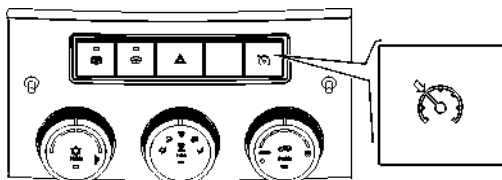

Рис. 3.16. Выключатель выбора функции «Круиз-контроль»
-выключатель выбора функции «Круиз-контроль» (рис. 3.16). Служит для управления функциями КК.
Включение функции КК осуществляется с помощью нажатия выключателя «Круиз-контроль» (рис. 3.16). Повторное нажатие на выключатель «Круиз-контроль» приводит к выключению функции КК.